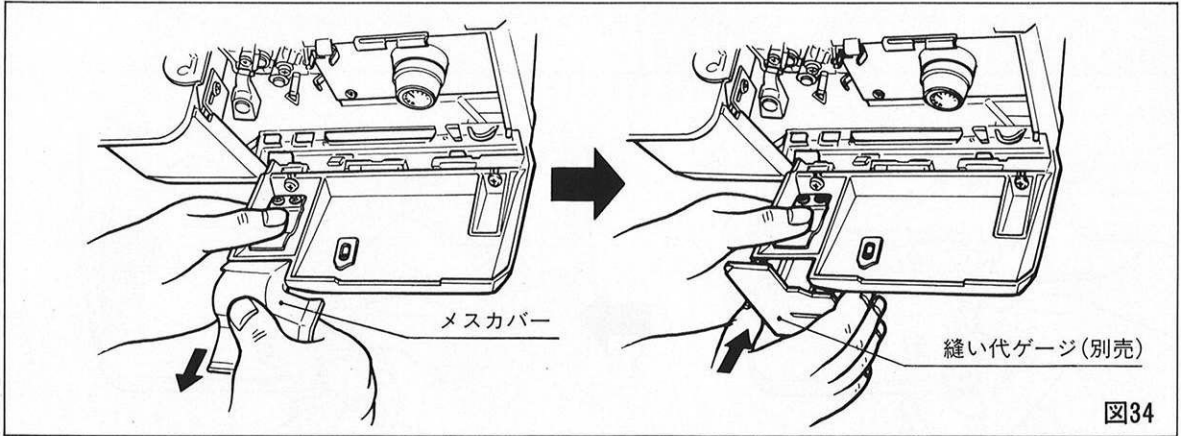

図34
- メスカバー台を開け、メスカバーを外して縫い代ゲージ（別売）を取付ける。(図34)